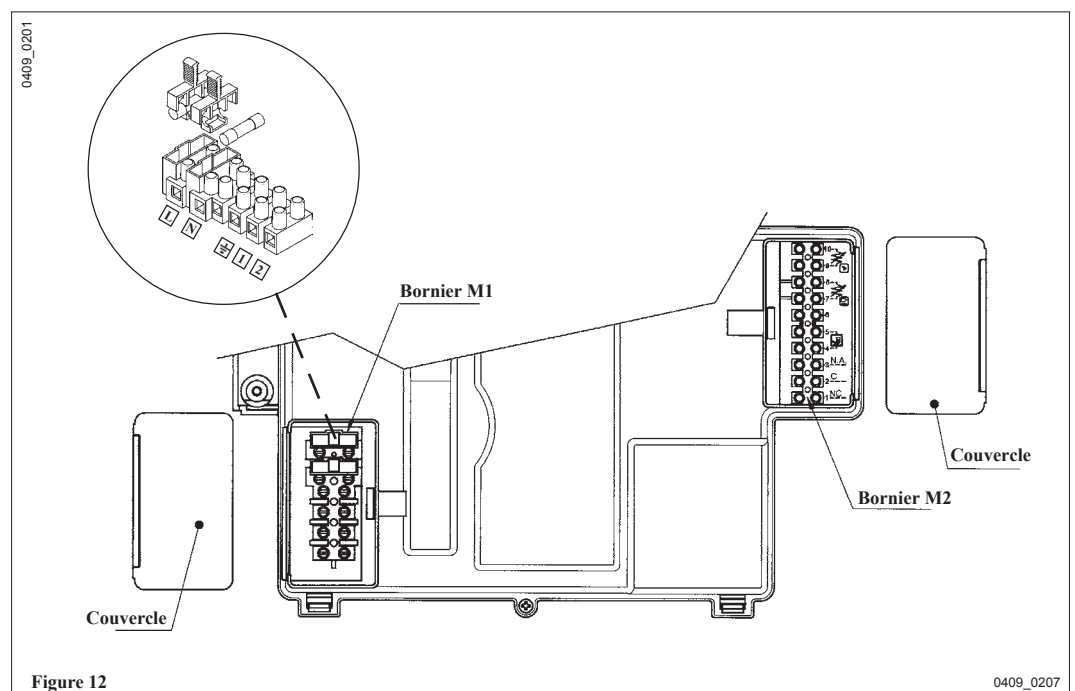

Figure 12
15.1 Description des connexions électriques vers la chaudière Tourner vers le bas le boîtier de commande et accéder aux borniers M1 et M2 destinés aux connexions électriques en enlevant les deux couvercles de protection (voir figure 12).
Le contact relatif à la demande de fonctionnement des différentes zones doit être relié en parallèle et connecté à la borne 1-2 "TA" du bornier M1, figure 12. Éliminé le pontage.